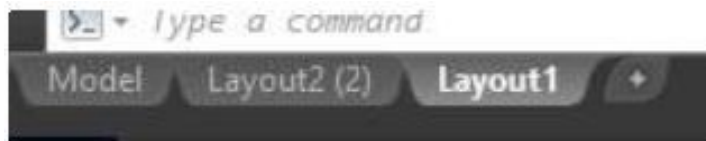

Fig. II-9
L'affichage des onglets model et layouts quant à eux sont contrôlés en activant la case (3) (Fig. II-9).